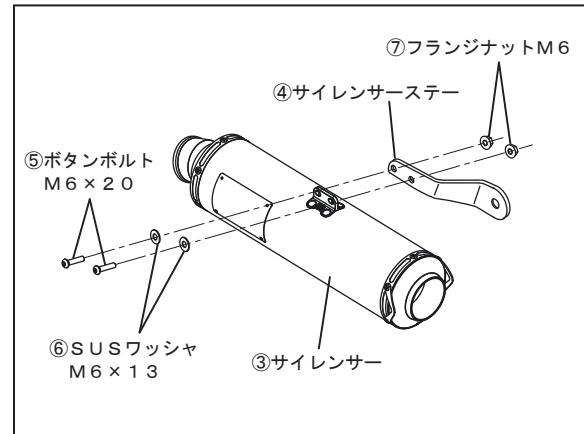

FIG. 8
9. ③サイレンサーのブラケットに⑤ボタンボルトM6×20、⑥SUSワッシャM6×13、⑦フランジナットM6を使用して④サイレンサーステーを仮締めして下さい。 (FIG. 8 参照)